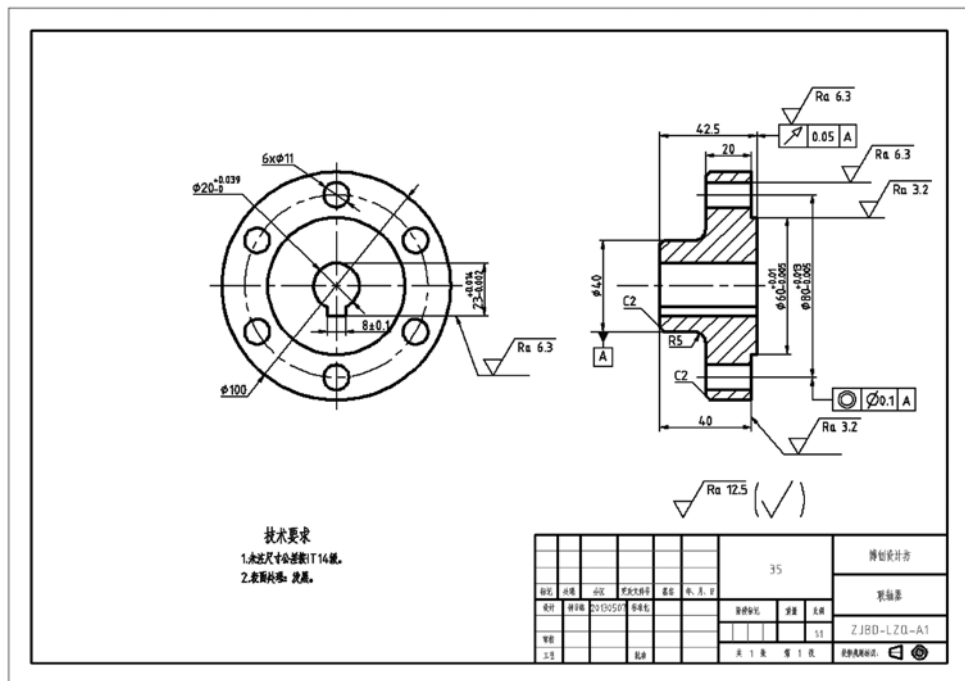

图 8-76 基本完成的零件图
30) 检查图形和尺寸。基本完成的零件图如图 8-76 所示。